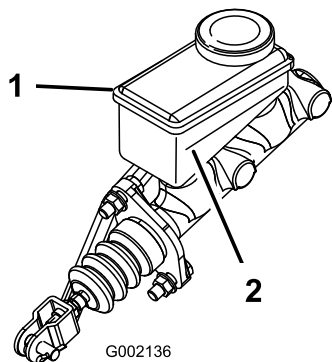

Bild 68
5. Lesen Sie den Flüssigkeitsstand am Stutzen an der Seite des Behälters ab (**Bild 68**).
- B. Füllen Sie DOT 3-Bremsflüssigkeit in den Behälter, bis der Füllstand über der Minimum-Markierung liegt (**Bild 68**).